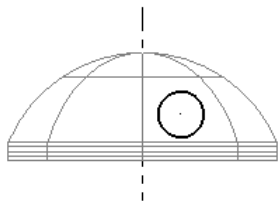
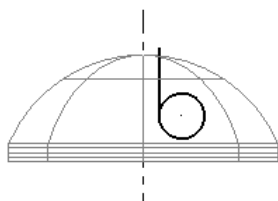

图 5.4.12 绘制圆
图 5.4.13 绘制直线
① 定义绘图线型。在状态栏的 下拉列表中选择 选项，完成绘图线型的设置。
② 选择命令。选择下拉菜单 **绘图(C)** → **线(L)** → **绘制任意线(E)...** 命令，系统弹出“直线”工具栏。
③ 绘制中心线。分别在“自动抓点”工具栏的 文本框、 文本框和 文本框中输入值 0, -10, 0, 并分别按 Enter 键确认；然后在“直线”工具栏的 文本框中输入值 50, 按 Enter 键确认；在 文本框中输入值 90, 按 Enter 键确认。
④ 单击 按钮，完成中心线的绘制。
(3) 绘制图 5.4.12 所示的圆。
① 定义绘图线型。在状态栏的 下拉列表中选择 选项；在 下拉列表中选择第二个选项 。
② 选择命令。选择下拉菜单 **绘图(C)** → **圆弧(A)** → **已知圆心点画圆(C)...** 命令，系统弹出“编辑圆心点”工具栏。
③ 定义圆心位置。分别在“自动抓点”工具栏的 文本框、 文本框和 文本框中输入值 10, 12, 0, 并分别按 Enter 键确认。
④ 设置圆参数。在“编辑圆心点”工具栏的 文本框中输入值 12, 按 Enter 键确认。
⑤ 单击 按钮，完成圆的绘制。
(4) 绘制图 5.4.13 所示的直线。